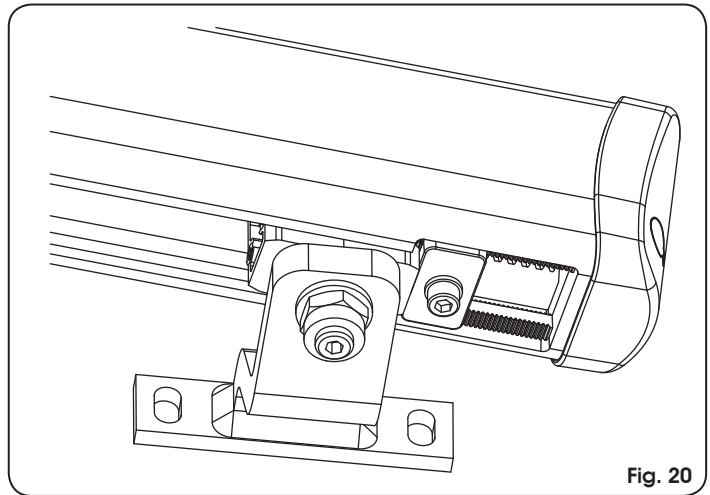

Fig. 20
4. För stoppet nära kopplingen enligt vad som visas i Fig. 20.